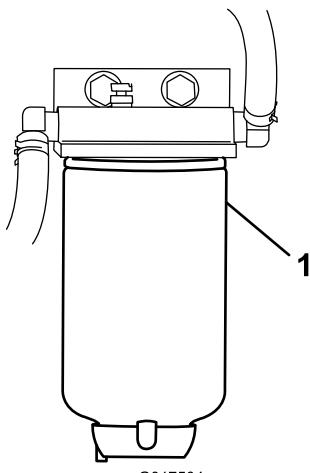

Figura 38
3. Desenrosque el filtro de combustible del soporte (Figura 38).